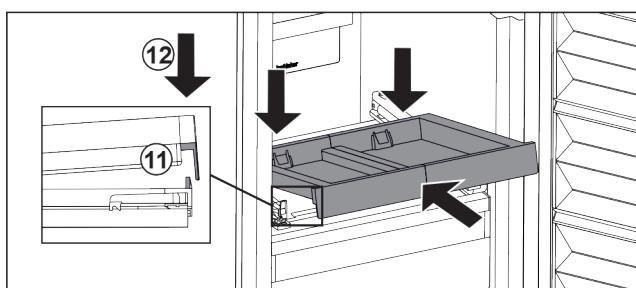

Fig. 104
- Вкарайте под ъгъл. Обърнете внимание на това, ограничителят и от двете страни да е зад езичето. Fig. 104 (11)
- Спуснете изтеглящата се дъска отпред. Fig. 104 (12)